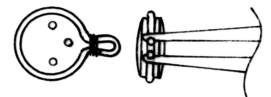

Abb. 12: Zusammenpressen des Rings mit quer genuteter Pinzette
4. Juffer einlegen, Ring mit Pinzette zusammenklemmen und mit 0, 1 -mm Kupferdraht (aus Litze) umwickeln. Hierzu benutzt man eine Takelpinzette (Abbildung 12).